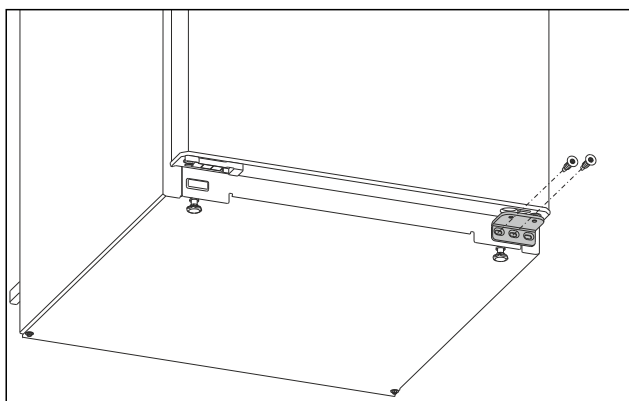

Fig. 4
- Pomocí šroubováku Torx 20 vyšroubujte prostřední šroub na spodním stojanu ložiska. Fig. 4 (1)
- Šroubovákem Torx 20 vyšroubujte vnitřní šroub na spodním stojanu ložiska. Fig. 4 (2)